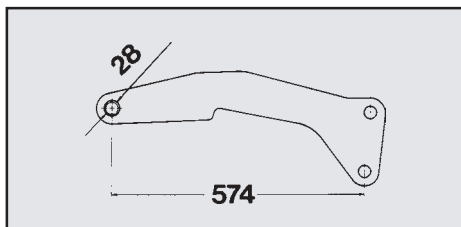

Рис. 9
1. Консоли (Рис. 9) для ротационного культиватора KG, ротационных борон KE и KE-SPECIAL.